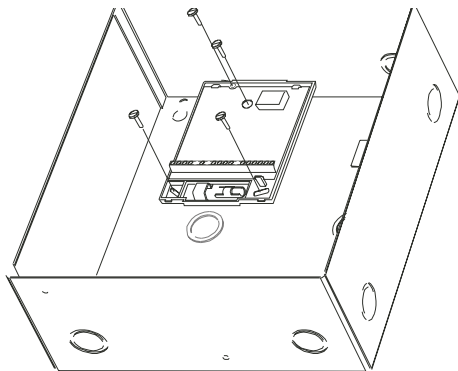

Figura 2: Contenitore ausiliario (coperchio non mostrato)
3. Posizionate la base di supporto all'interno dell'armadio allineando i fori dell'armadio con quelli della base. (Figura 2)